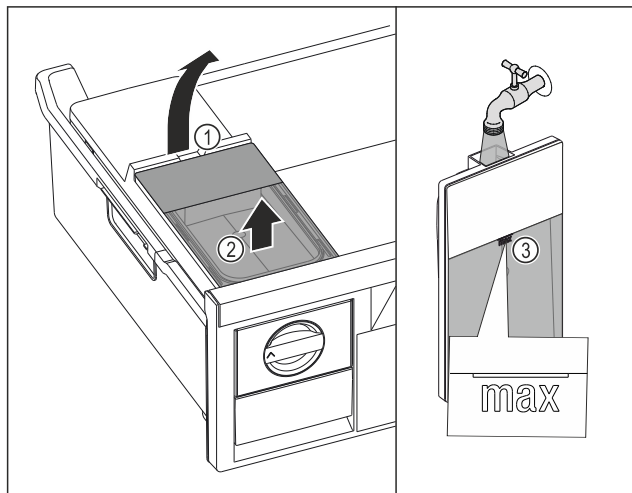

Fig. 121
- ▶ Podignite spremnik za vodu na otvoru Fig. 121 (1).
- ▶ Izvadite spremnik za vodu prema gore Fig. 121 (2)
- ▶ Spremnik za vodu napunite pitkom vodom do oznake Fig. 121 (3).